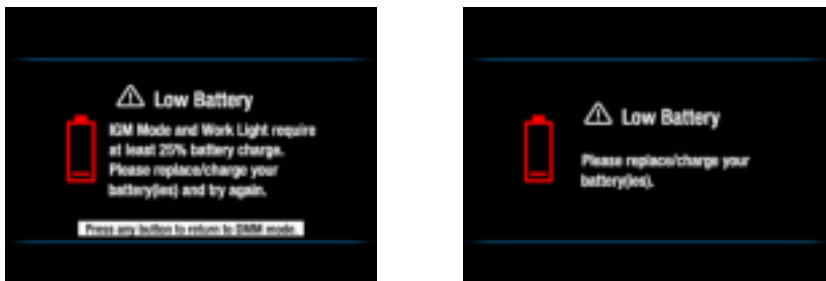

FIG. 5-1 Waarschuwingen Lage batterij
2. Als de batterij-indicator  toont dat de spanning van de batterij laag is, als een van de Batterij Laag schermen verschijnen (Fig. 5-1), of als de meter niet aangaat, verwissel dan de drie (3) "AA" batterijen. Zie paragraaf 13.2, Bat terij Vervanging. Bij gebruik van het oplaadsysteem van Model TA04, laadt dan alstublieft de oplaadbare batterij op.